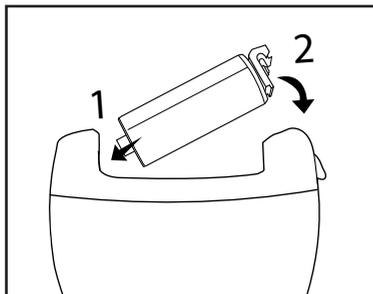

Figura 1
Per inserire un accessorio per levigatura ③/⑩ (v. figura 1):
- 1) spingere l'accessorio per levigatura ③/⑩ con l'asse motore ⑪ nell'inserto dell'asse motore ⑨.
- 2) Premere verso il basso l'altro lato dell'accessorio per levigatura ③/⑩. Assicurarsi che il blocco ② scorra correttamente nella guida e si innesti in posizione.